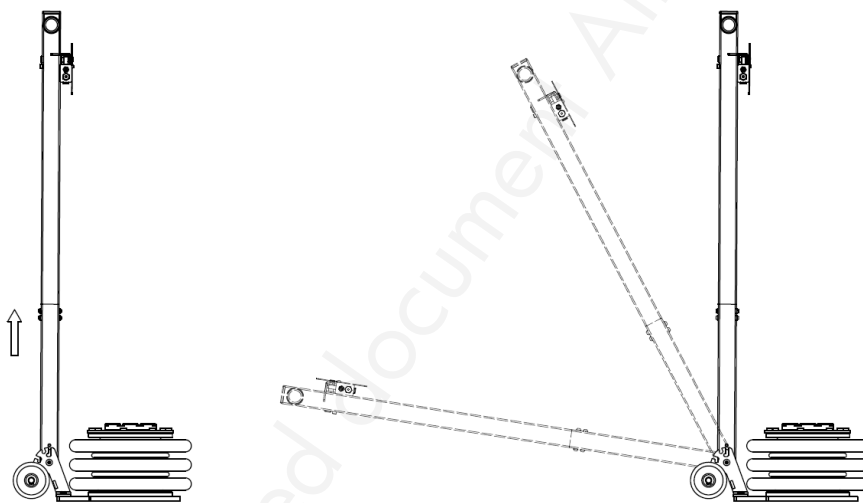

Figure 6
1. (PBK302L) Installation du levier : Tirez le levier vers le haut pour faire sortir la goupille au bas de celle-ci de la rainure de limite (voir figure 6). Déplacez ensuite le levier vers le haut ou vers le bas pour l'insérer dans l'un des 3 engrenages (voir figure 6). Lorsque l'angle souhaité est atteint, appuyez sur le levier pour faire glisser la goupille dans la rainure de limite.
2. Utilisation du levier (modèle PBK302L): Tirez le levier vers le haut pour faire sortir la goupille de la rainure de limite, puis déplacez le levier vers le haut ou vers le bas pour le placer dans l'un des 3 engrenages (vois figure 6, à droite). Lorsque l'angle souhaité est atteint, appuyez sur le levier pour faire glisser la goupille dans la rainure de limite.